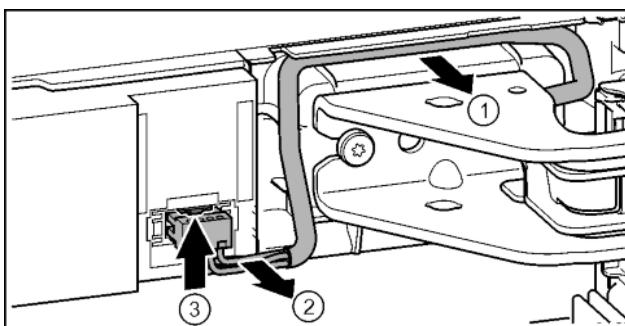

Fig. 21
- Обережно від'єднайте кабель над опорним кронштейном від направляючої. Fig. 21 (1)
- Обережно витягніть жили кабелю із каналу. Fig. 21 (2)
- Притисніть з'єднувальну накладку догори та обережно витягніть штекер. Fig. 21 (3)